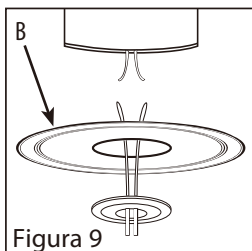

Figura 9
10. Introduzca los cables del artefacto de iluminación a través del orificio central del medallón decorativo (B) y coloque el medallón decorativo sobre el dosel (Figura 9). Nota: El artefacto instalado mantiene el medallón decorativo en su sitio.